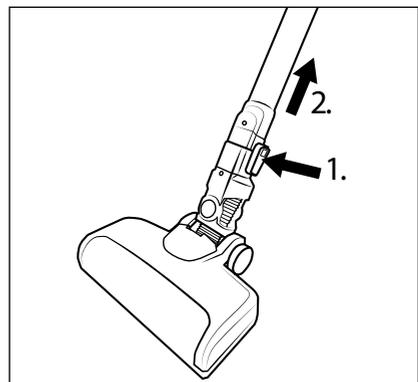

Fig. 12
- ◆ Para desmontar el cepillo para suelos **22** del tubo de aspiración **24**, mantenga pulsado el botón de desenganche del cepillo para suelos **23** y tire del tubo de aspiración **24** para extraerlo del cepillo para suelos **22** (consulte la fig. 12).